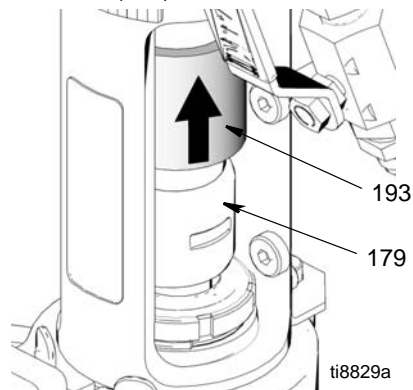

FIG. 15
5. (Fig. 15) Skyv muffedekslet (193) opp for å avdekke stangmuffene helt (179).